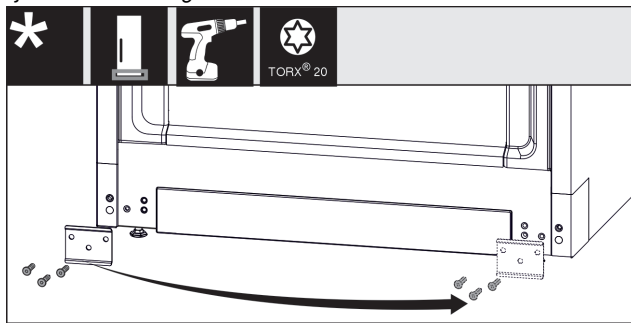

Fig. 15
- ▶ Skru av platen Fig. 15 (1), plasser den på den andre siden og skru den på igjen.